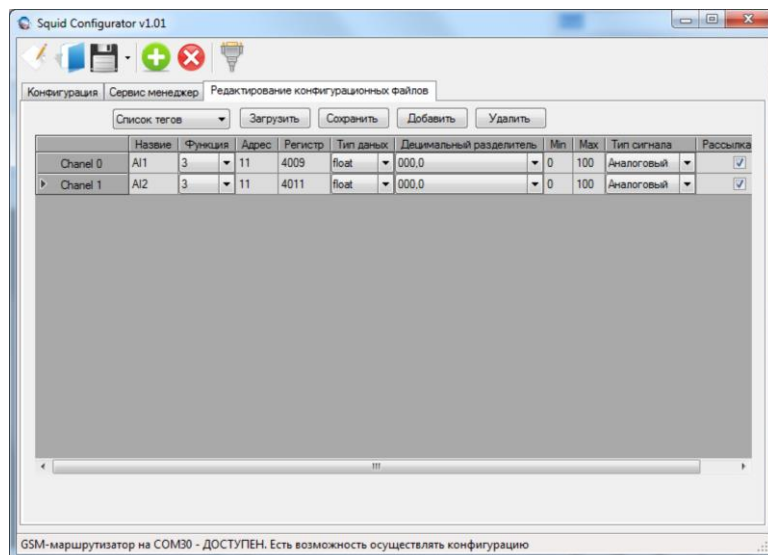

Рисунок 7.5.2 - Пример настройки конфигурационного файла архивирования
2. В комбобоксе выбрать «Список тегов» (см. рисунок 7.5.2).